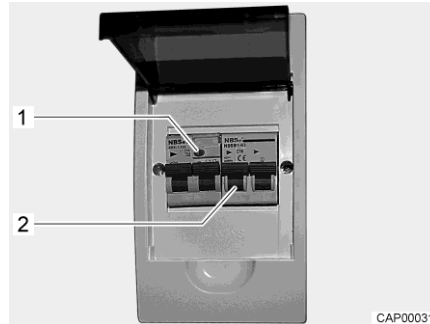

Bild 75 230-V-Sicherungskasten mit Leitungsschutzschalter und FI-Schalter
Ein Fehlerstrom-Schutzschalter (FI-Schalter) im Sicherungskasten sichert das gesamte Fahrzeug gegen Fehlerstrom (0,03 A) ab. Der nachgeschaltete Leitungsschutzschalter (10 A) (Bild 75,2) sichert das 230-V-Bordnetz ab.
- Wenn das Fahrzeug an die 230-V-Versorgung angeschlossen ist, die Prüftaste (Bild 75,1) drücken. Der Fehlerstrom-Schutzschalter muss auslösen.